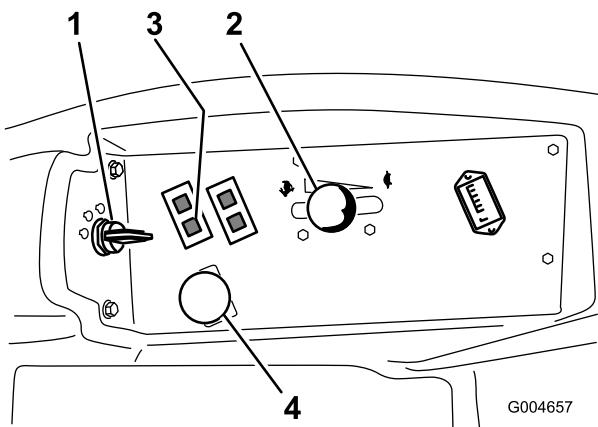

図 15
4. PTOスイッチをOFF位置にする（図 15）。
5. スロットルレバーを Fast と Slow の中間にセットする（図 15）。